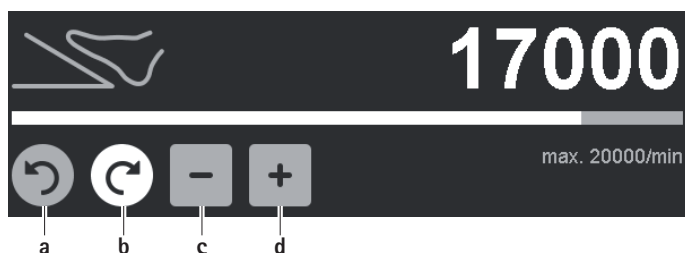

Fig. 6 Modificación del límite superior de velocidad/sentido de giro
- ▶ Cambio del sentido de giro (excepto en el taladro GA844): Accionar la tecla de sentido de giro gris inactivo en sentido horario/giro a izquierdas **a/b**, ver Fig. 6.